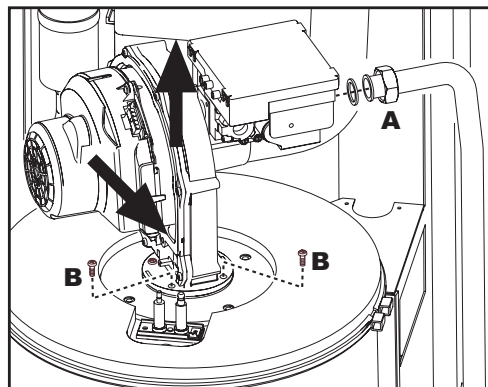
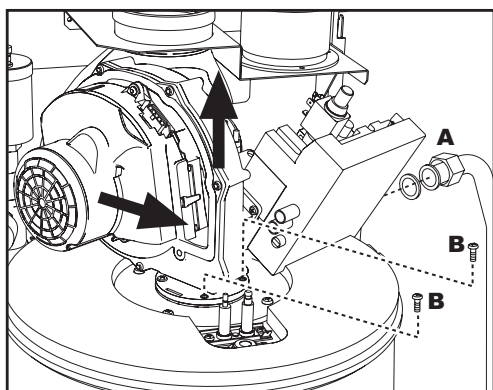

рис. 30 - Модель ENERGY TOP W 70 - W 80
рис. 31 - Модель ENERGY TOP W 125
- Развинтите хомут "А" крепления газового клапана (рис. 30 и рис. 31).
- Открутите два винта "В" и демонтируйте блок вентилятора, как указано на рис. 30 для модели **ENERGY TOP W 70 - W 80** и на рис. 31 для модели **ENERGY TOP W 125**.